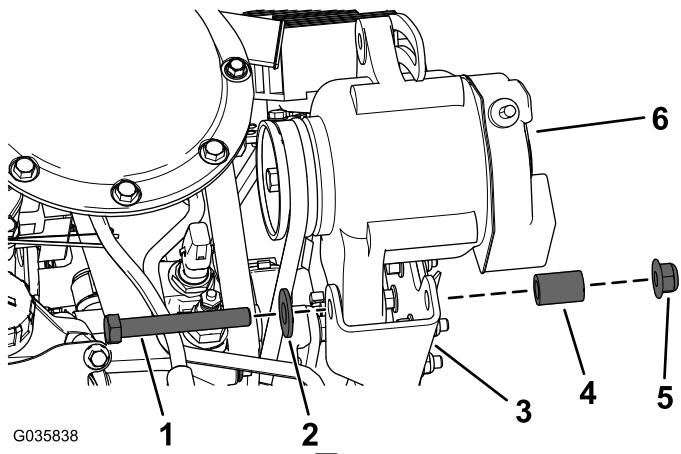

図 11
3. オルタネータ用ブラケットにオルタネータを固定する六角ヘッドねじ3/8 x 2-3/4 インチ、平ワッシャ、スペーサ、フランジナット3/8 インチを使用し、図11のように取り付ける。